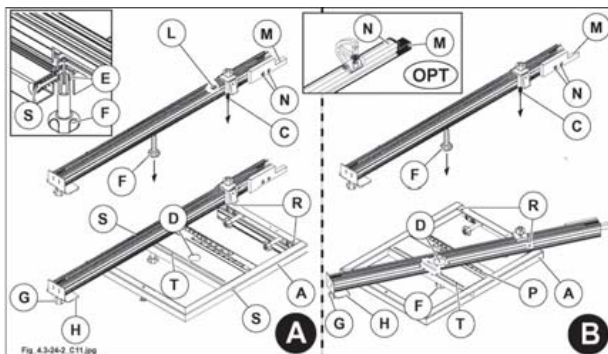

Fig. 4.3-24-2
- 4) Serrare il pomello (F fig. 4.3-24-2).
La riga è dotata di una estensione estraibile a canocchiale (H fig. 4.3-24-2) la quale, se necessita, si può allungare dopo aver allentato il pomello (G fig. 4.3-24-2).
Quando il paraschegge (M fig. 4.3-24-2) si usura, avvicinarlo alla lama sega allentando le due viti (N fig. 4.3-24-2).